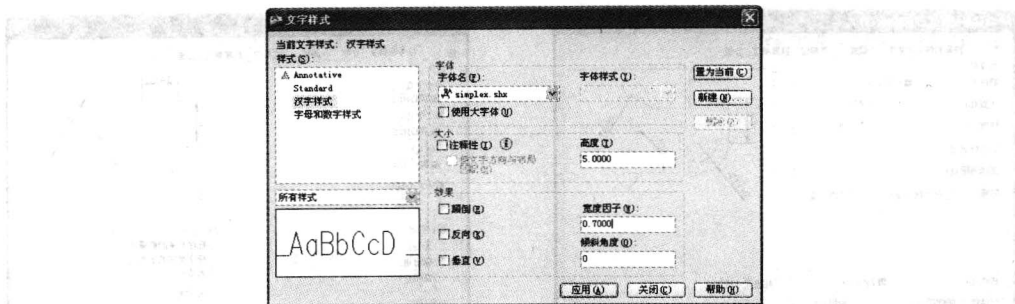

图 1-15 创建“汉字样式”
5. 在“字体名”下拉列表中选“仿宋体_GB2312”，保留“高度”文本框的设置 5.000 和“宽度因子”文本框的设置 0.7000 不变，在“倾斜角度”文本框中输入 0，如图 1-15 所示。